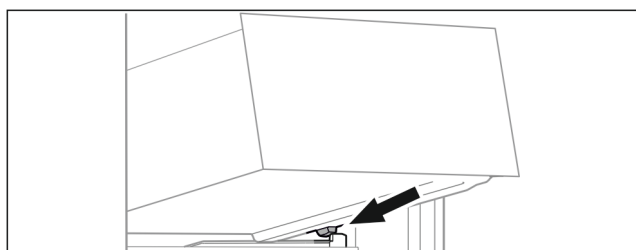

Fig. 91
- ▶ 将抽屉斜放在容器肋梁上的止动器后面。 (参见 Fig. 91)